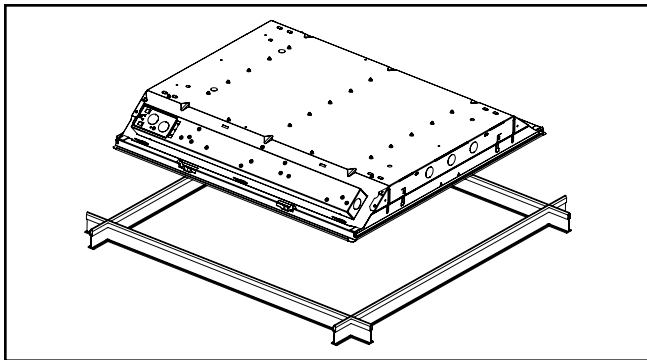

Figure 1.
2. Installez le luminaire dans le système de grille en T du plafond. Assurez-vous que le luminaire est solidement installé dans le système de grille en T. (Figure 1)